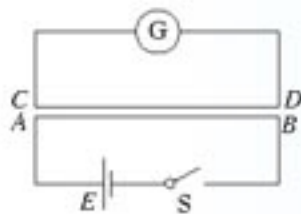

图 4.3-9 判断  $CD$  中感应电流的方向
2. 如图 4.3-9 所示，导线  $AB$  与  $CD$  平行。试判断在闭合与断开开关  $S$  时，导线  $CD$  中感应电流的方向。